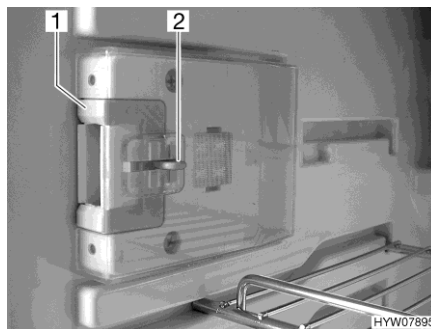
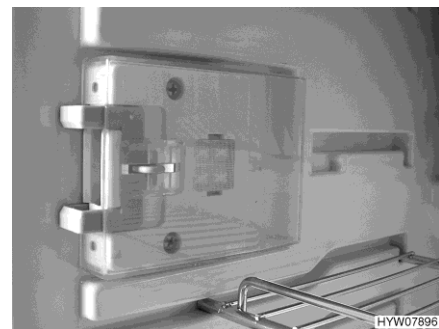

Fig. 158 Dispositivo di chiusura (posizione normale)
Fig. 159 Dispositivo di chiusura (posizione di ricircolo d'aria)
- Premere il dispositivo di sblocco (Fig. 158,2).
- Spingere il dispositivo di chiusura (Fig. 158,1) in avanti (Fig. 159).